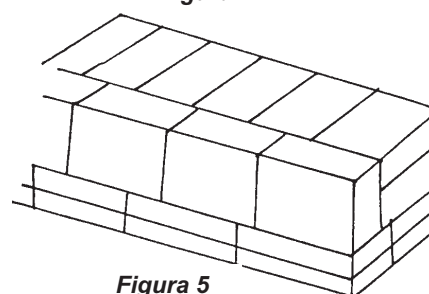

Figura 5
**Combinado.** Esta forma se logra colocando ladrillos en los tres tipos anteriores y es utilizada en construcción de exteriores (figura 5).